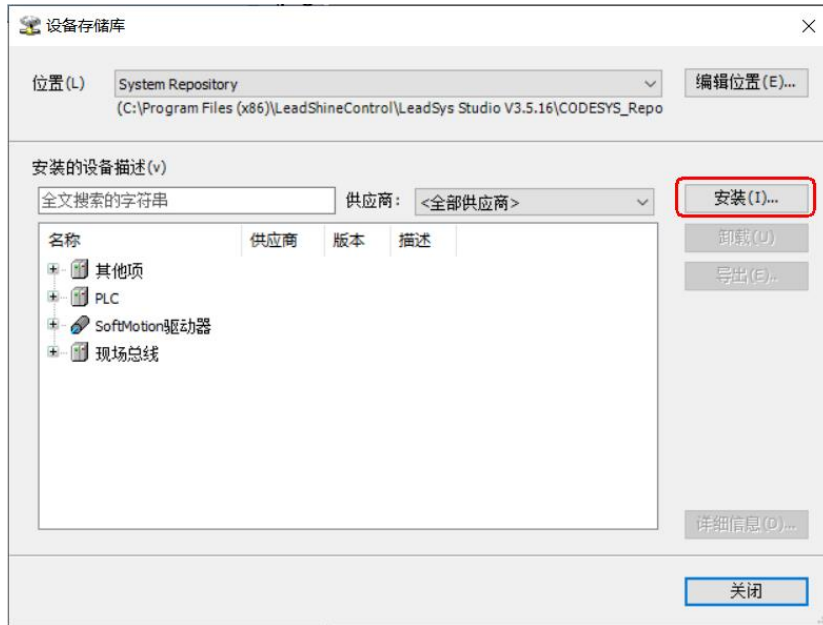

图 15.11 安装“设备存储库”
2、在弹出的窗口中点击“安装”按钮，如图 15.11 所示。